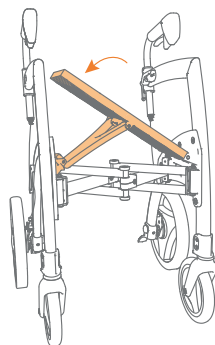

Figure 15: Poussez le siège vers le bas jusqu'à ce que vous entendiez un "clic".
- Poussez le siège vers le bas jusqu'à ce qu'il se fixe en place. Important : le siège n'est pas sécurisé tant que vous n'avez pas entendu clairement un "clic" (**Figure 15**).